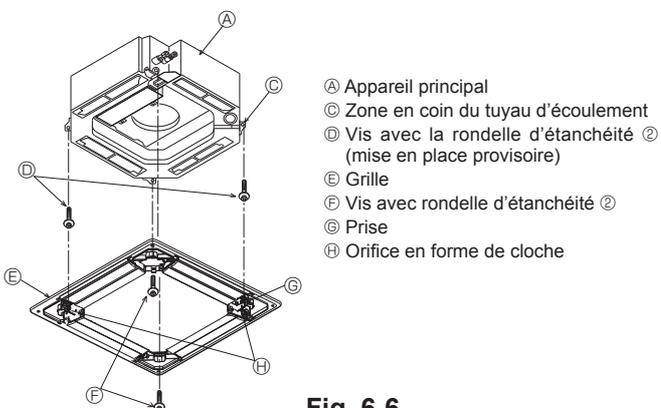

Fig. 6-6
- Installer les 2 vis livrées, munies des rondelles d'étanchéité ②, dans l'appareil principal (dans le coin de la zone du tuyau d'écoulement et dans le coin opposé) comme indiqué sur le schéma.
6.4.2. Mise en place provisoire de la grille (Fig. 6-6)
- Attacher provisoirement la grille à l'aide des orifices en forme de cloche en alignant la zone du coin du tuyau d'écoulement de l'appareil principal sur la prise de la grille marquée ⑥.